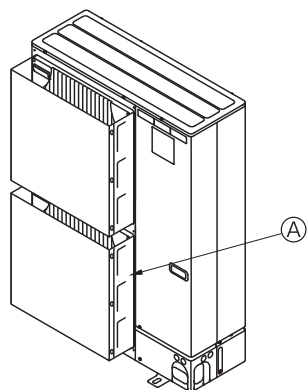

Fig. 3-3
- ② Installeer een optionele luchtgeleider als het apparaat wordt geïnstalleerd op een plaats waar krachtige windstoten zoals van tyfoons, enz. rechtstreeks de luchtuitlaat kunnen binnendringen. (Fig. 3-3)